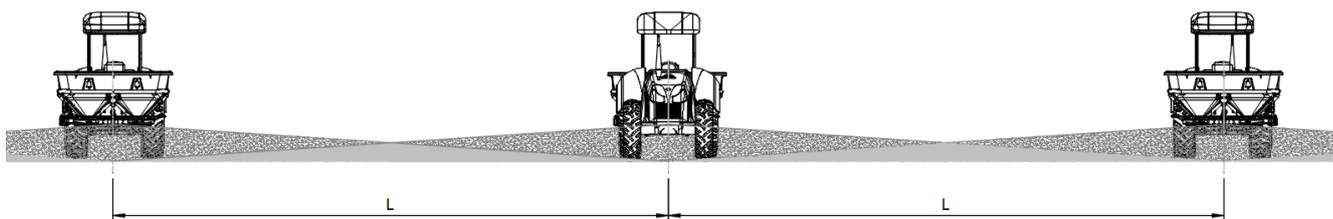

Figura 4.6 – Ex. espalhamento em triângulo - 100% de sobreposição
A utilização da máquina para espalhar à largura total (L) de alcance faz-se sem o uso do dispositivo apresentado anteriormente. Para este tipo de trabalho, o mais comum, a máquina executa um esquema de espalhamento idêntico ao representado na figura seguinte (*Figura 4.6*), normalmente em forma de triângulo, cuja sobreposição é aproximadamente de 100%.